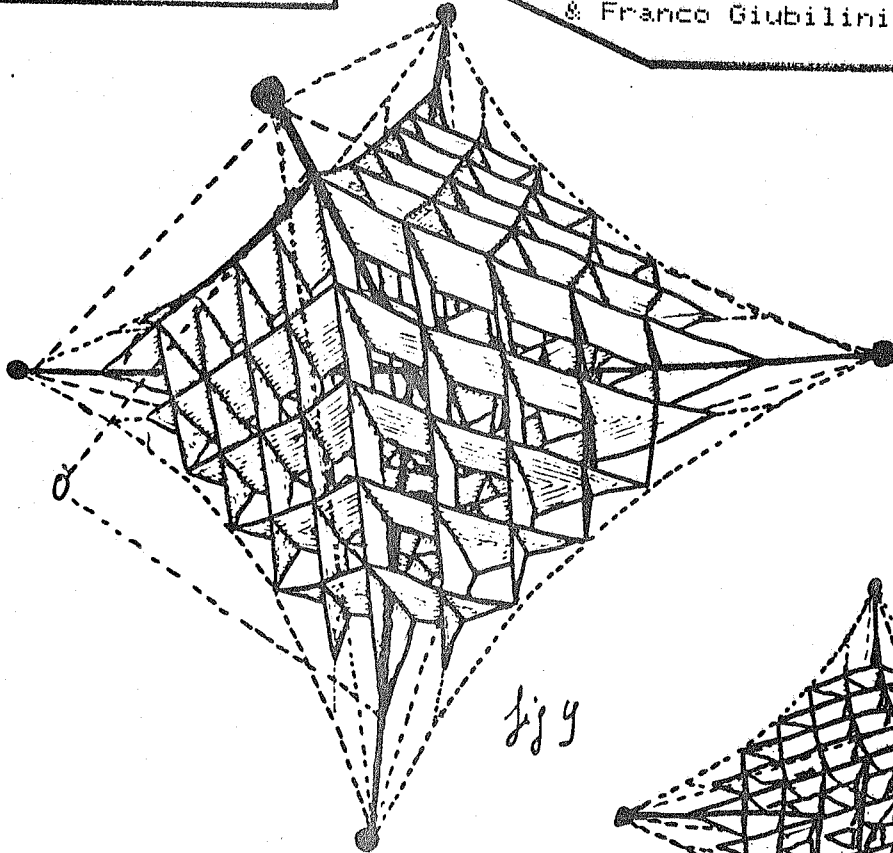

fig. 4
4) I semi-quadrati A e B sono diversi Perché lungo la diagonale BD deve Passare il longherone centrale e quindi bisogna creare una Guaina. (V. fig.4). Se non e' chiaro, mi dimetto da socio AIA. Il diametro del foro che cosi' si ottiene e' in funzione del longherone (Per questo FRASI va bene un diametro 15).
6) Prendete dei Pennarelli e ridisegnate questo schema con i colori del Rip-stop che avete usato Per costruire i quadrati. E' indispensabile farlo Per non essere ricoverati in un reparto Psichiatrico durante la cucitura. I numeri si riferiscono all'ordine in cui vanno eseguite le cuciture e in Pratica corrispondono alle linee tracciate sui vari quadrati. La cucitura 1 e' gia' stata eseguita (quella della fig.4). Naturalmente ogni numero comprende sia la cucitura anteriore che posteriore.
così come in fig. 4 ce n'è una anteriore e una posteriore.